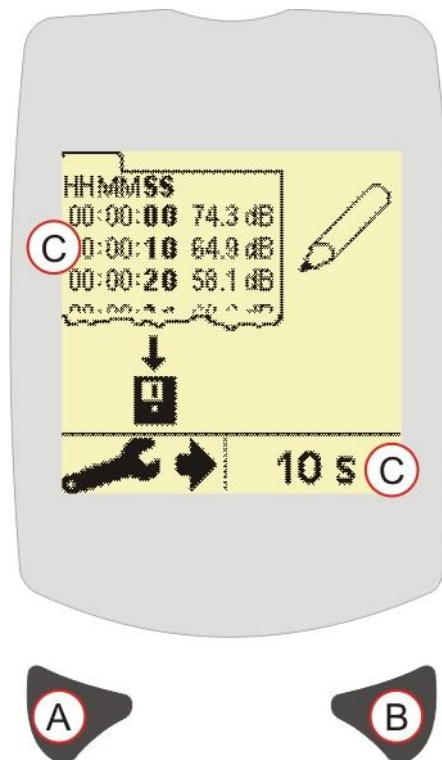

图 8 记录间隔时间屏幕 – 仅限于 CEL-246
在图 8 (C) 中，显示了当前选择的记录间隔时间，同时显示在右键 (B) 的上方。按右键 (B) 可以更改记录间隔时间。按左键 (A) 可以退出设置菜单并返回测量屏幕。